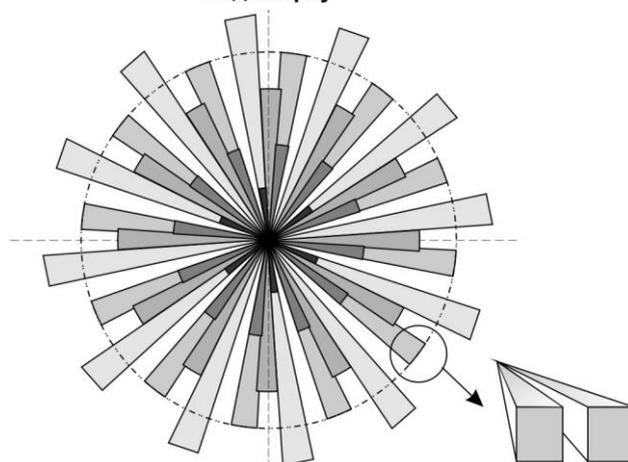

Рисунок 2
**2.1** Принцип действия основан на регистрации изменений потока теплового излучения, возникающих при пересечении человеком зоны обнаружения, которая состоит из чувствительных зон. Каждая чувствительная зона состоит из двух элементарных чувствительных зон (рисунок 2). Чувствительные зоны извещателя формируются линзой Френеля и двухплощадочным пироэлектрическим приемником излучения.